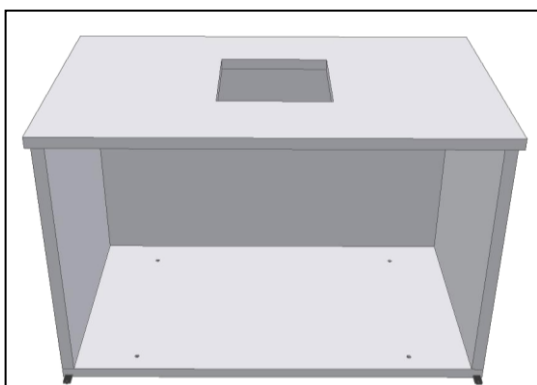

Fig. 6
- Inserire il **pannello del piano** sui tre pannelli laterali e fissare solo le chiusure del retro (Fig. 6);